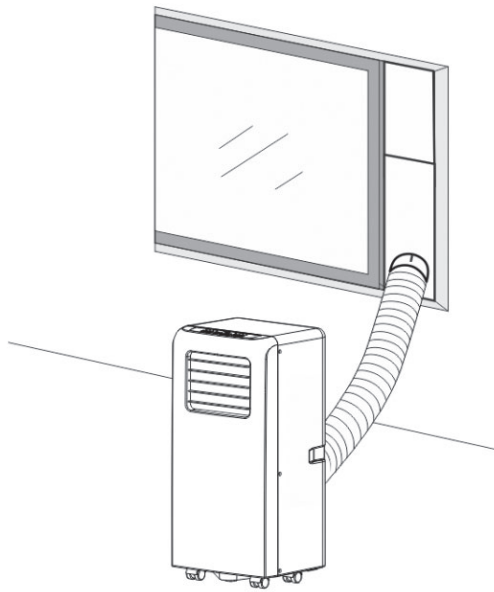
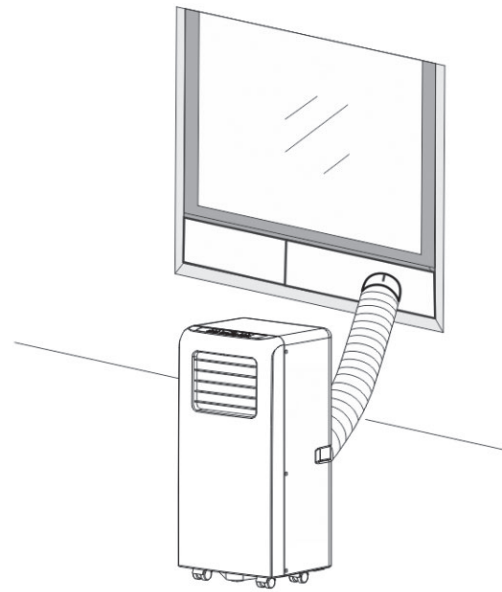

Fig. 2
Fig. 2a
2. Installieren Sie das Evakuierungsrohr wie in Abb. 2 und Abb. 2a gezeigt und stellen Sie die Position des Fensterbrunnens ein.